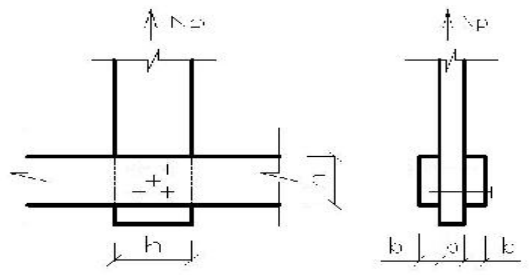

Рисунок 8. Гвоздевое соединение вертикальной стойки и двух горизонтальных досок
6.2 Подобрать размер и число гвоздей, требуемых для крепления вертикальной доски сечением $b \times h$ (см), в которой действует продольная растягивающая сила N_p , к двум горизонтальным доскам такого же сечения (рисунок 8).